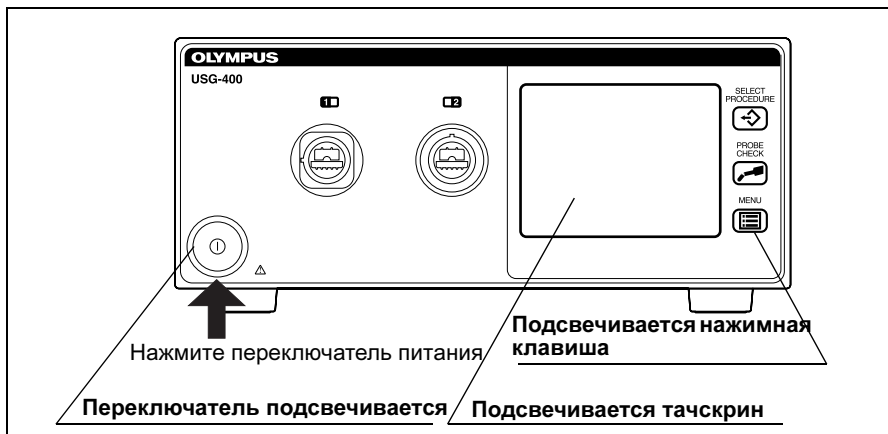

Рис. 4.1
Нажмите переключатель питания генератора ультразвука (см. рис. 4.1).
- Какой экран будет показан, зависит от того, подключены ли инструменты THUNDERBEAT и SONICBEAT вместе или по отдельности (см. рис. 4.1).